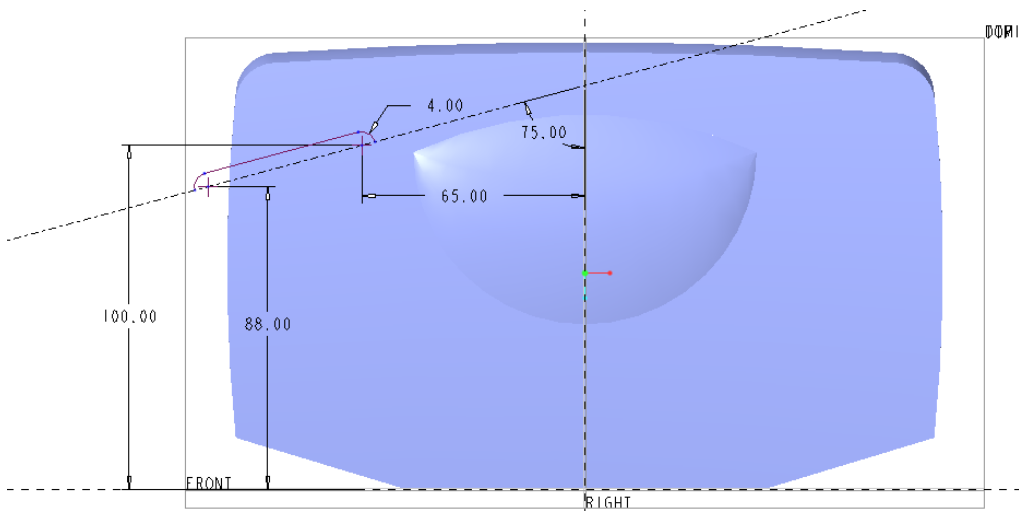

图 7-171 绘制几何基准中心线和旋转剖面
- ③ 在“基准平面”对话框中单击“确定”按钮，完成创建基准平面 DTM1。
- ① 单击“旋转”按钮 ，接着在打开的“旋转”选项卡中单击“曲面”按钮 .
- ② 打开“放置”面板，单击“定义”按钮，弹出“草绘”对话框。
- ③ 选择 DTM1 基准平面作为草绘平面，以 RIGHT 基准平面作为“右”方向参考，单击“草绘”按钮。
- ④ 在功能区“草绘”选项卡的“基准”面板中单击“中心线”按钮 ，先绘制一条倾斜的几何中心线作为旋转轴。接着使用相关的草绘工具完成图 7-171 所示的旋转剖面，然后单击“确定”按钮 .